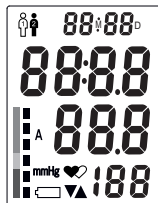

Рис.13
3. На дисплее одновременно высветятся все символы (рис.13), прозвучат два коротких звуковых сигнала и прибор начнет автоматически нагнетать воздух в манжету. Первоначально нагнетание прекратится на уровне 190 мм рт. ст. (рис. 14).